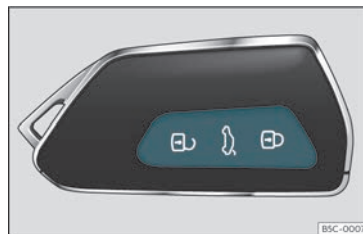

Fig. 78 Chiave con telecomando: tasti.
- Blocco: premere il tasto  >>> fig. 78.